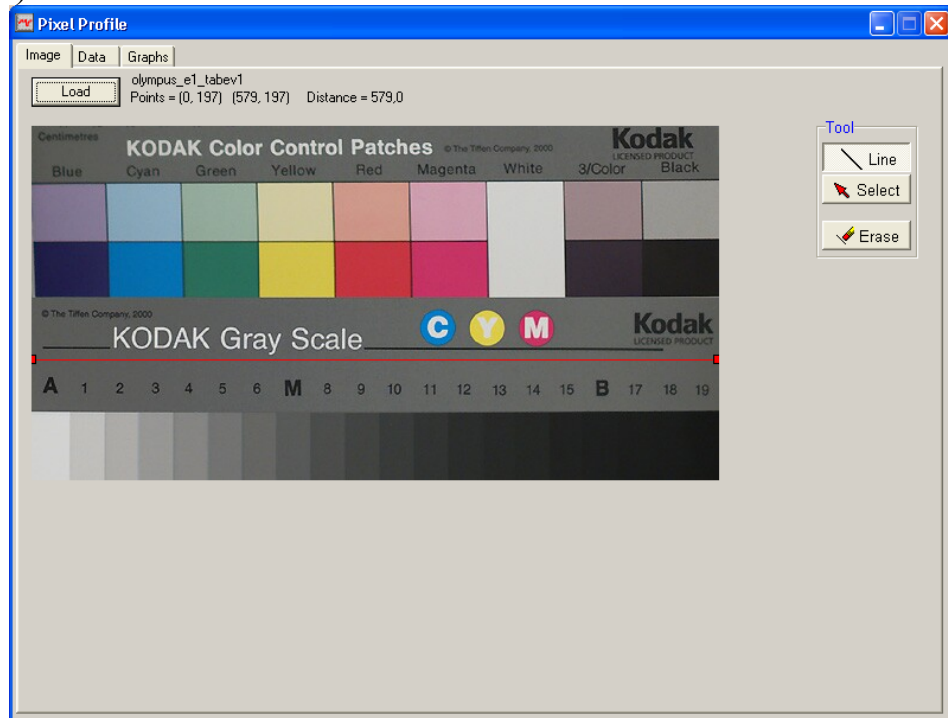

Рис. 5.1
- одержаний файл завантажити в програму *Pixel Profile*. При необхідності розмір одержаного файлу коректується в програмі *Adobe Photoshop*, так, щоб він займав максимально можливе місце на робочому полі але і не обрізав (рис. 5.1);